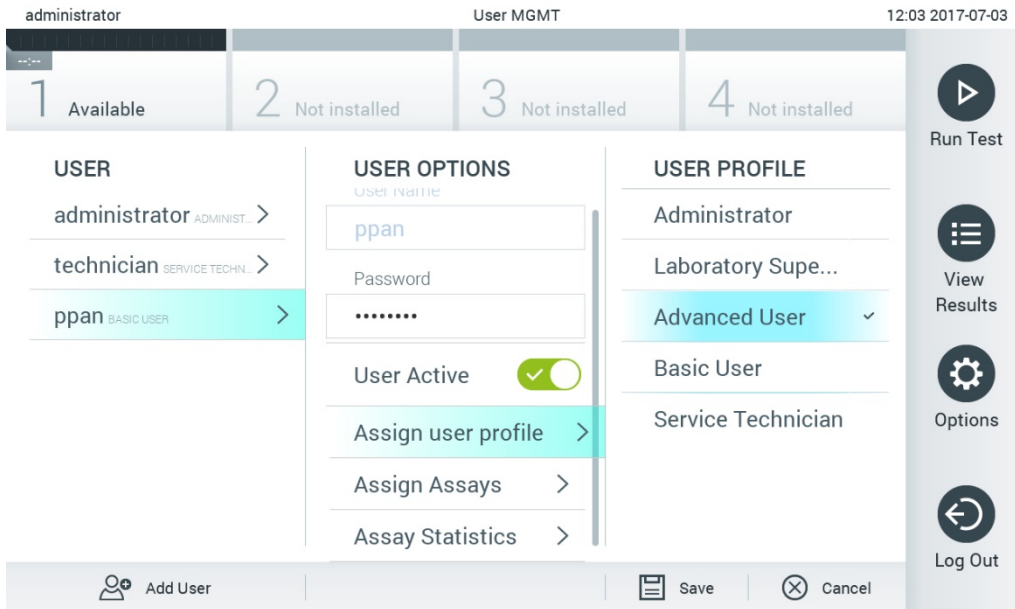

Figure 54. Attribuer des profils d'utilisateur aux utilisateurs.
- Assign User Profile (Attribuer le profil d'utilisateur) : permet d'attribuer un profil d'utilisateur différent pour cet utilisateur [p. ex. Administrator (Administrateur), Laboratory Supervisor (Superviseur de laboratoire), Advanced User (Utilisateur avancé), Basic User (Utilisateur basique)]. Sélectionnez le profil d'utilisateur approprié dans la liste à droite de la zone de contenu (figure 54).